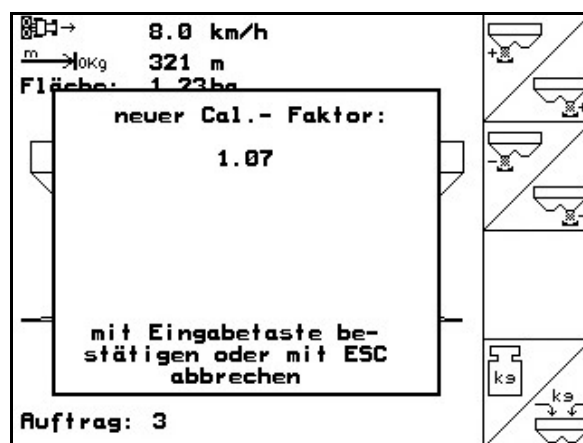

Рис. 38
- Отобразится новый калибровочный коэффициент (Рис. 38).